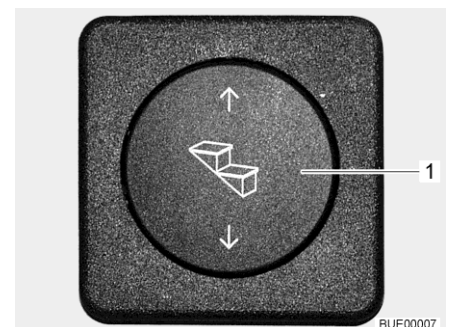

Fig. 11 Pulsador de mando escalón de entrada
- Pulsar la parte inferior del pulsador basculante (Fig. 11,1) y mantenerlo pulsado (por lo menos 3 segundos) hasta que esté completamente extraído el escalón de entrada.
- Pulsar la parte superior del pulsador basculante (Fig. 11,1) hasta que haya introducido completamente el escalón de entrada.